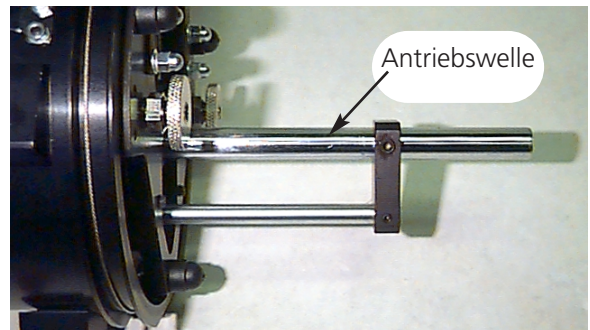

Abbildung 4-25
3. Wenn Sie einen Weitwinkelkappenrahmen verwenden, erscheint die Meldung Weitwinkelantriebswelle; drücken Sie die Taste . Den Weitwinkelantrieb von der Maschine entfernen. Die Flusen von der Antriebswelle wischen (siehe Abb. 4-25).